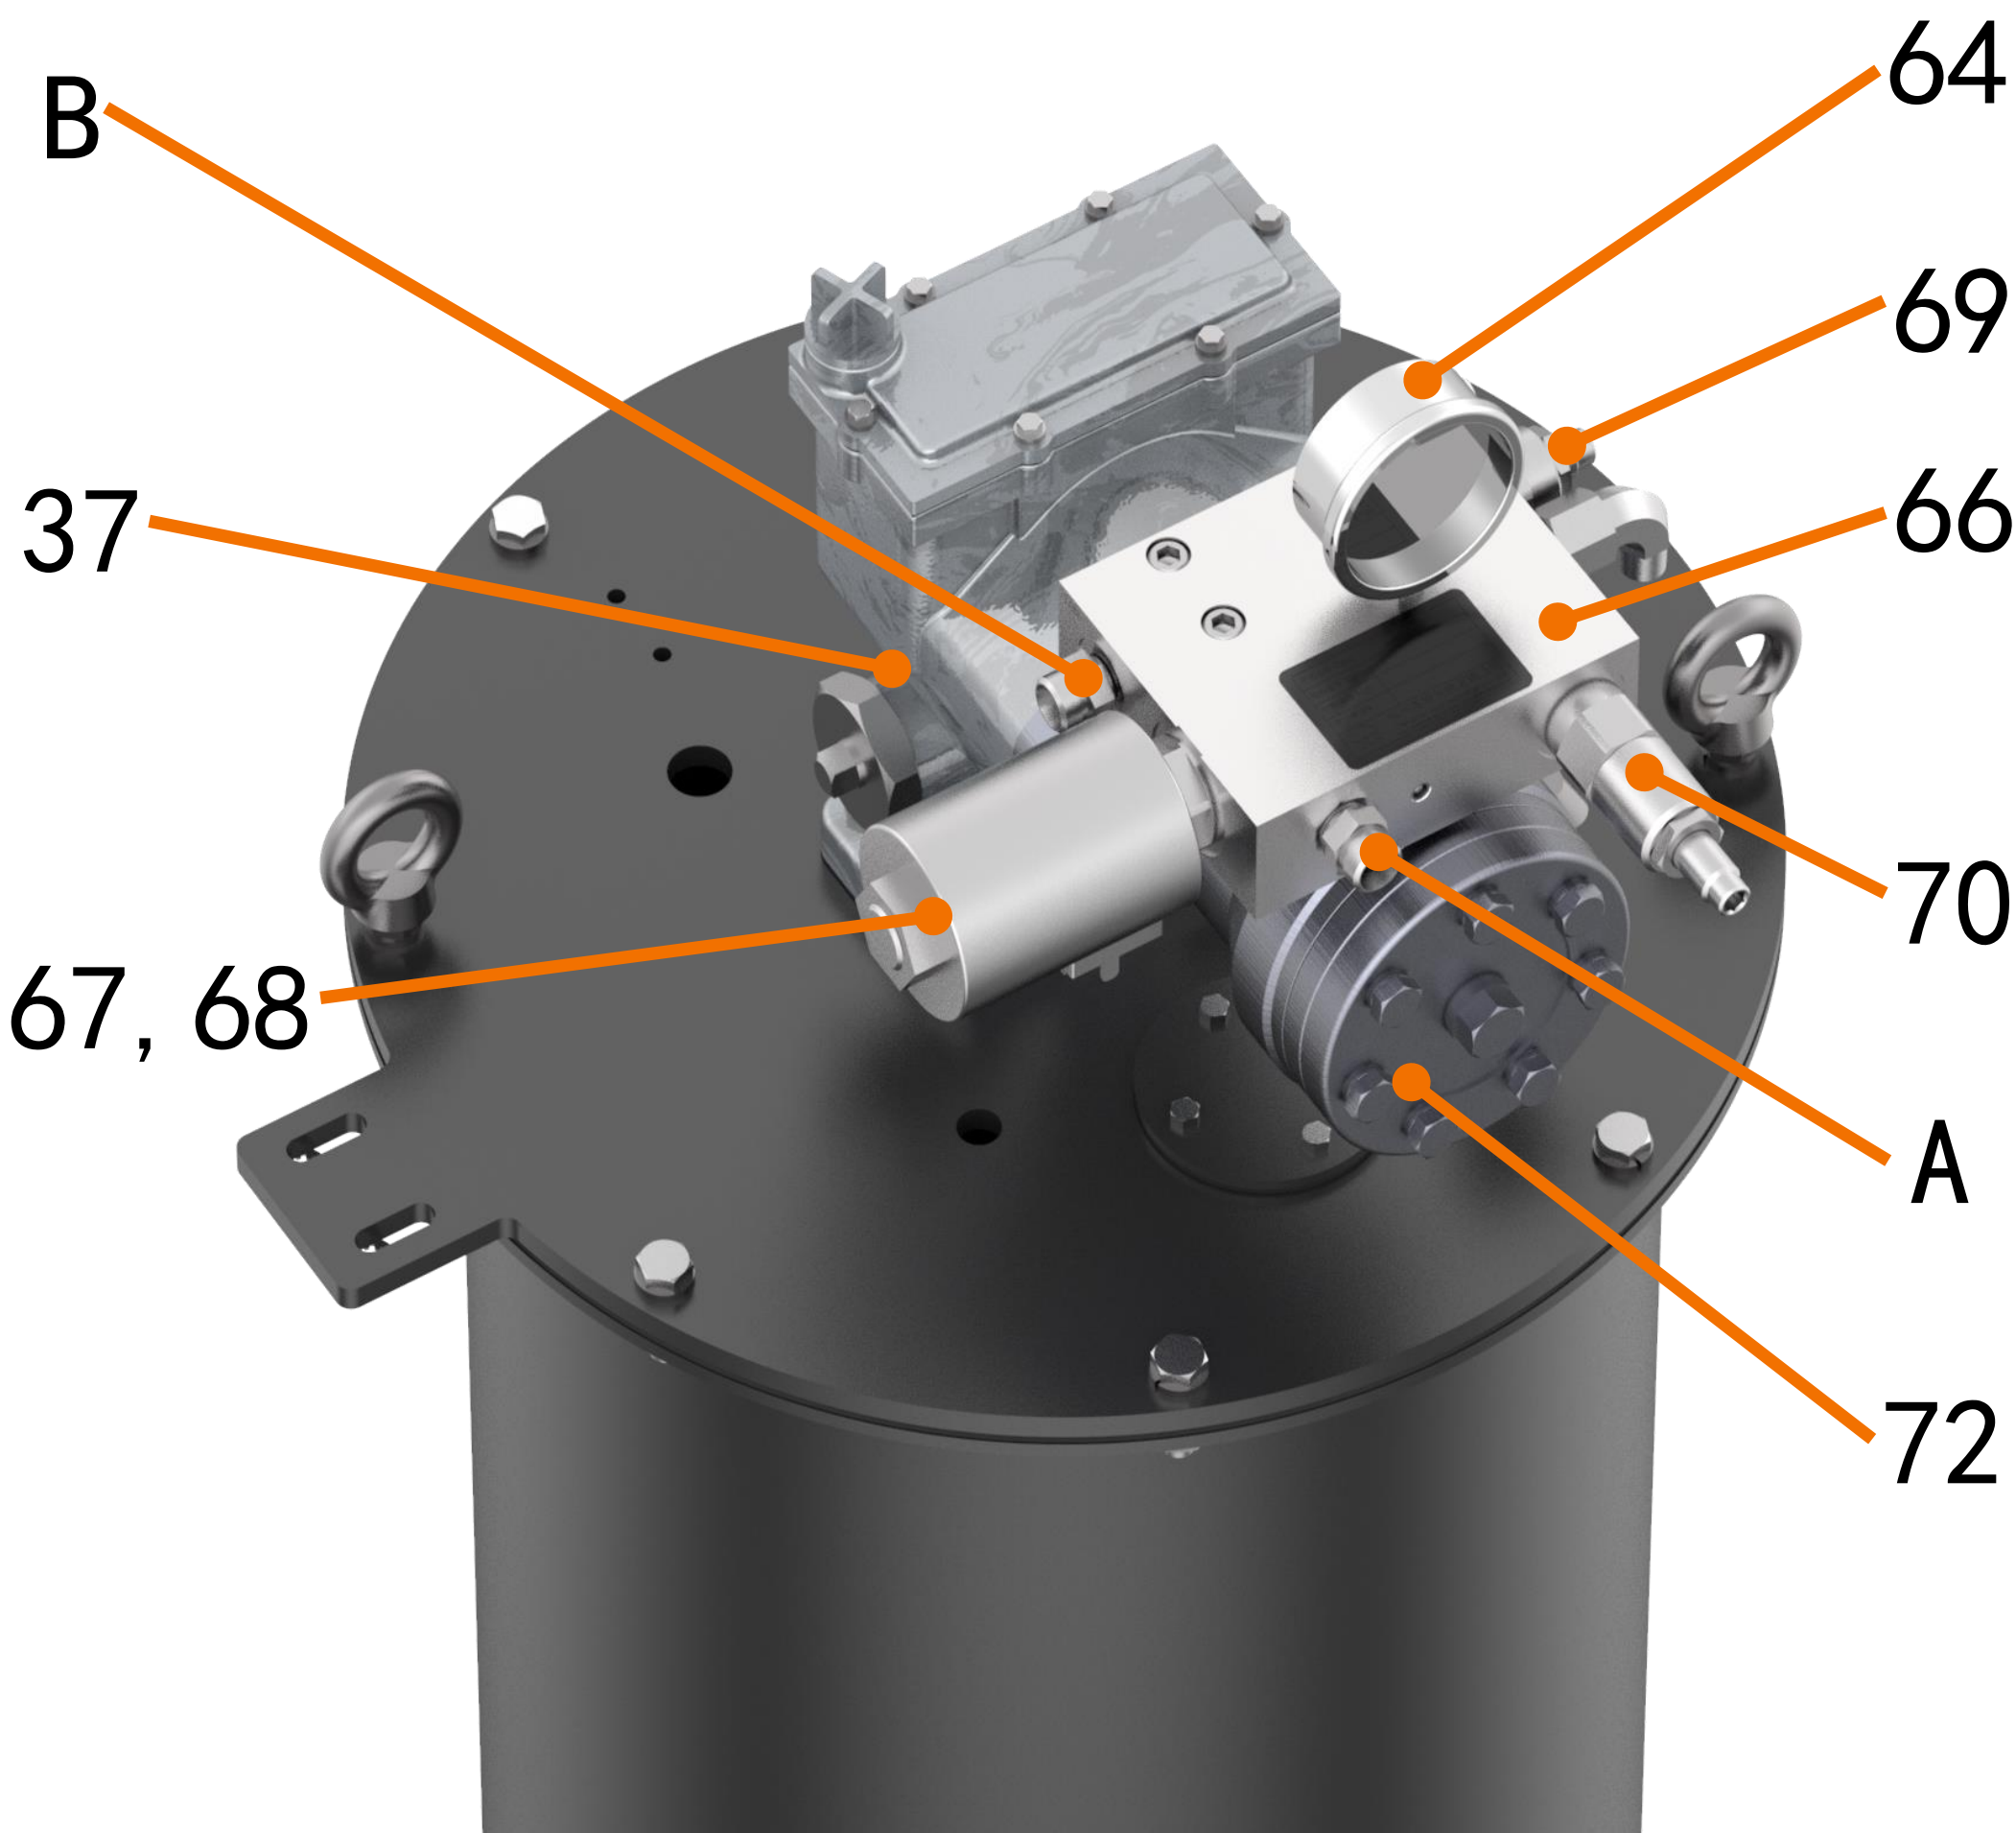

Рис.16.1
1. Ослабьте шестигранную головку и снимите ее с регулятора потока (69) (→ Рис. 16.1).
3. После достижения желаемого уровня расхода установите и затяните шестигранную крышку на регуляторе расхода (69).